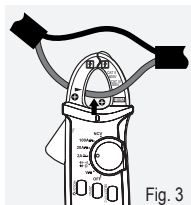

Fig. 3
- Accendere il prodotto con l'interruttore rotante e selezionare la gamma di misurazione **2A** , **20A**  o **100A** . Premere brevemente il tasto **SELECT/V.F.C** (4), per passare alla gamma di misurazioni CC. Sul display compaiono le scritte **< DC >** e **< A >**.
- Effettuare una taratura a zero senza conduttore e con la pinza amperometrica chiusa. Premere brevemente il tasto su **ZERO** (9). Un segnale acustico e la visualizzazione di **< ZERO >** sul display LCD conferma la taratura a zero. Ogni breve pressione del tasto **ZERO** provoca una nuova taratura a zero. Per disattivare questa funzione, tenere premuto il tasto **ZERO** per circa 2 secondi. Il simbolo **< ZERO >** scompare. Si ritorna alla modalità di misurazione normale senza taratura a zero.
- Quando si misura la corrente continua, prestare particolare attenzione alla polarità corretta della pinza amperometrica. I simboli di polarità **+** / **-** sono indicati sulla parte anteriore e posteriore della pinza amperometrica. Il collegamento corretto prevede che il cavo proveniente dalla sorgente di alimentazione (+) passi attraverso la pinza amperometrica dalla parte anteriore verso l'utente (Fig. 3).